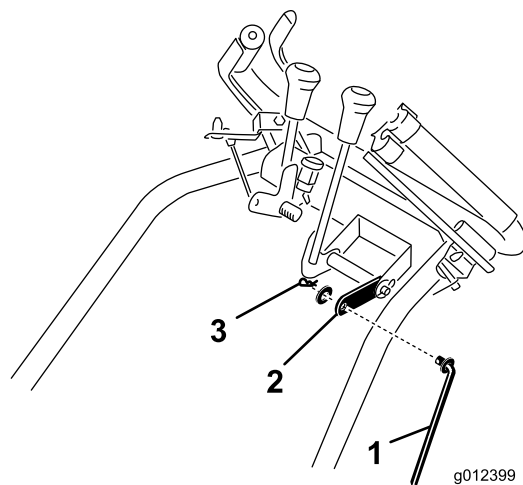

Figura 5
5. Insira a extremidade superior da barra de engrenagem no furo na união da engrenagem (Figura 5). Prenda a extremidade da barra à união com a anilha e contrapino do gancho previamente removidos.